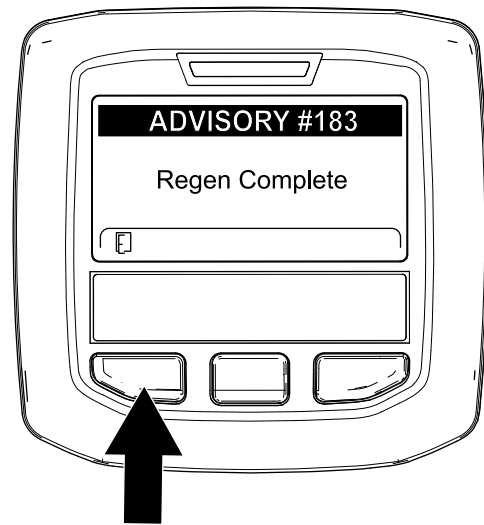

Figura 86
- Cuando el ordenador del motor finaliza una regeneración con la máquina aparcada o una regeneración de recuperación, el InfoCenter muestra ADVISORY #183 (Aviso n.º 183) (Figura 86). Pulse el botón de la izquierda para salir a la pantalla de inicio.
Nota: Si la regeneración no se realiza correctamente, el InfoCenter muestra Advisory #184 (Aviso n.º 184) (Figura 86). Pulse el botón de la izquierda para salir a la pantalla de inicio.